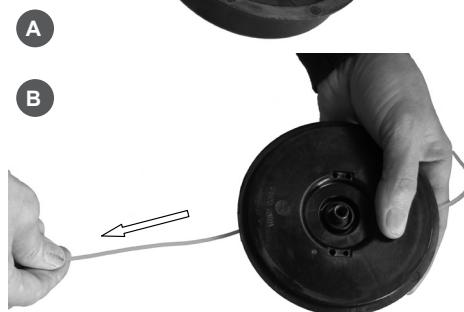

Рис. 18
4. Установите катушку в корпус (Рис.18А). Освободите концы крда, потянув за концы от центра, при этом нажимая вниз на катушку (Рис.18В).